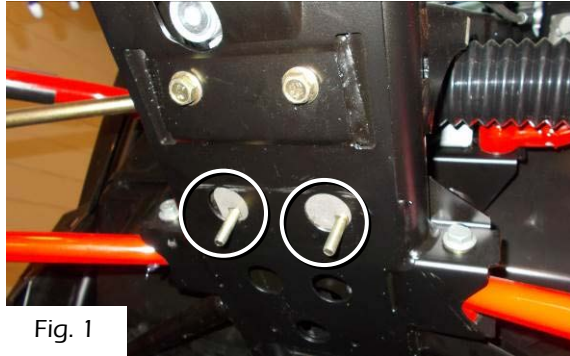

Fig. 1
- 1) Installez le support avant **03** ainsi que deux (2) boulons de carrosserie M8-1.25 x 45 mm **04**. Installez la plaque d'attache **01** sous le véhicule seulement à l'aide des deux (2) boulons **04** installés précédemment et des deux (2) écrous M8-1.25 **05** (cette étape sert seulement à percer les trous dans la plaque de protection du véhicule). Consultez les figures 1 et 2.
- 6) Passez deux (2) boulons en U carrés 92.9 mm **B** dans le châssis du véhicule dans les trous préalablement percés. Consultez la figure 1 au besoin.